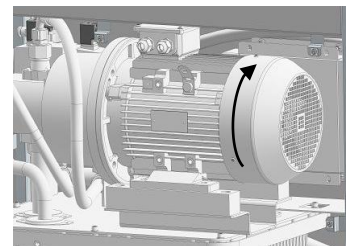

Fig. 18
- Abri a cobertura dianteira da máquina. Verificar o sentido de rotação do motor elétrico ligando o sistema hidráulico como descrito no menu Modo manual (Fig. 18). Se o sentido de rotação corresponder ao sentido da seta, o motor pode ser desligado novamente.